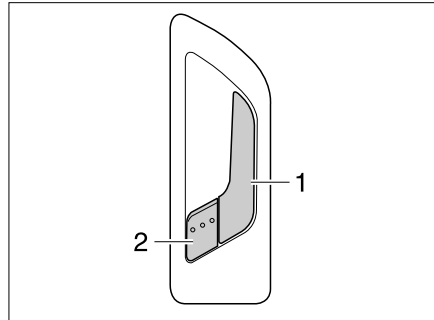

Fig. 25 Serrure de la porte de cellule, à l'intérieur
- Tirer sur la poignée (Fig. 25,1). La serrure de la porte est déverrouillée. Le levier de sécurité (Fig. 25,2) ressort automatiquement.
- Appuyer sur le levier de sécurité (Fig. 25,2).